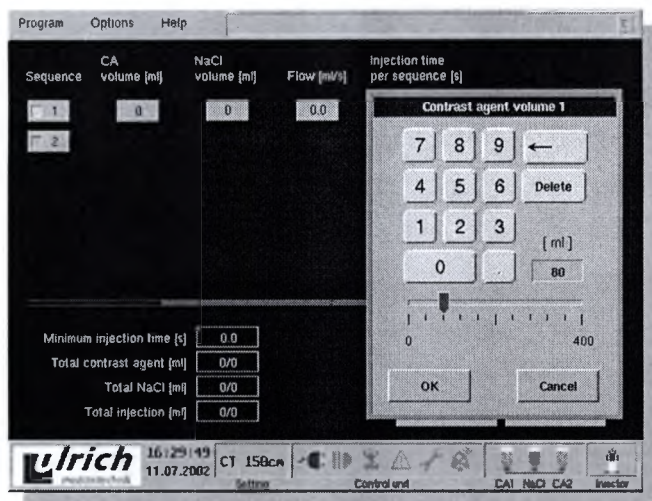

Рис. 7-1 Цифровая клавиатура для ввода параметров инъекции
Ввод значений осуществляется с цифровой клавиатуры или шкалы значений (Рис. 7-1, например, ввод объема KB1).
Нажатием «ОК» выбранное значение принимается. Если значение не принимается, то при помощи „Cancel“ («Отмена») вернуться в экран ввода (Рис.7-1).
- Открыть операции: Щелкнуть на последней кнопке операции (например, Рис.7-1, кнопка операции 2)